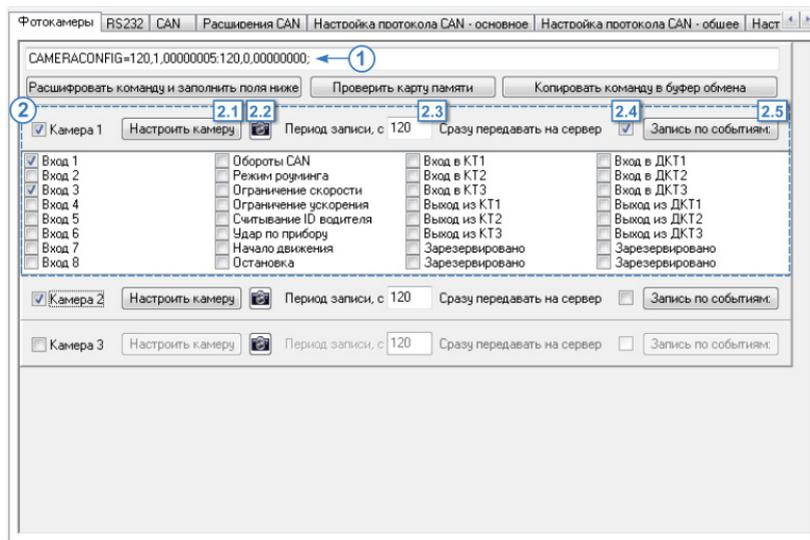

Рис.43. Вкладка «Фотокамеры».
- установить сетевой адрес камеры. Для этого – нажать кнопку «Настроить камеру» (**Рис.43, п. 2.1**). Камере автоматически будет присвоен адрес, соответствующий ее порядковому номеру: Камере 1 будет присвоен адрес 1, Камере 2 – адрес 2 и т. д.
- удостовериться, что камере присвоен нужный адрес, можно сделав пробный снимок. Для того чтобы сделать пробный снимок, необходимо нажать кнопку «Сделать снимок» (**Рис.43, п. 2.2**). Снимок будет записан в дополнительную память прибора «АвтоГРАФ». Статус выполнения отображается в окне состояния программы.
- в поле «Период записи, с» (**Рис.43, п. 2.3**) задать период, с которым прибор будет записывать снимки с камер. Период следует задавать в секундах.
- если необходимо передавать снимки на сервер, сразу после получения с камеры, то необходимо включить опцию «Сразу передавать на сервер» (**Рис.43, п. 2.4**).
- снимки могут выполняться по запрограммированным событиям. Для этого необходимо нажать кнопку «Запись по событиям» (**Рис.43, п. 2.5**), затем в появившемся списке событий прибора выбрать события, инициирующие принудительную запись снимка с настраиваемой камеры. Выбранные события должны быть настроены в приборе – заданы активные состояния, пороги срабатывания и т. д.